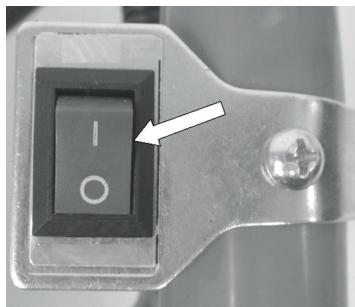

Рис. 11
- На ручке управления установите выключатель зажигания в положение «0» (Рис. 11)